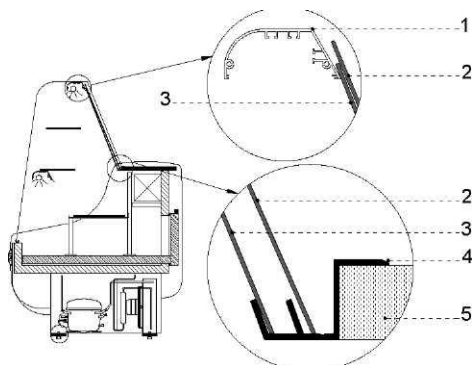

Abb. 5 Nachtabdeckungen
3. Die Nachtdeckungen montieren Abb. 5/2;3 (S.4)